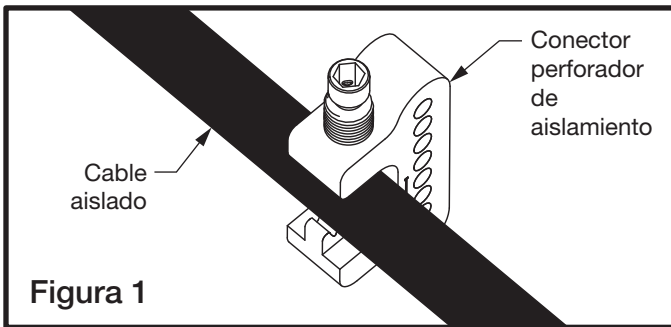

Figura 1
- 1) Coloque el Conector perforador de aislamiento en el cable aislado (vea la figura 1).